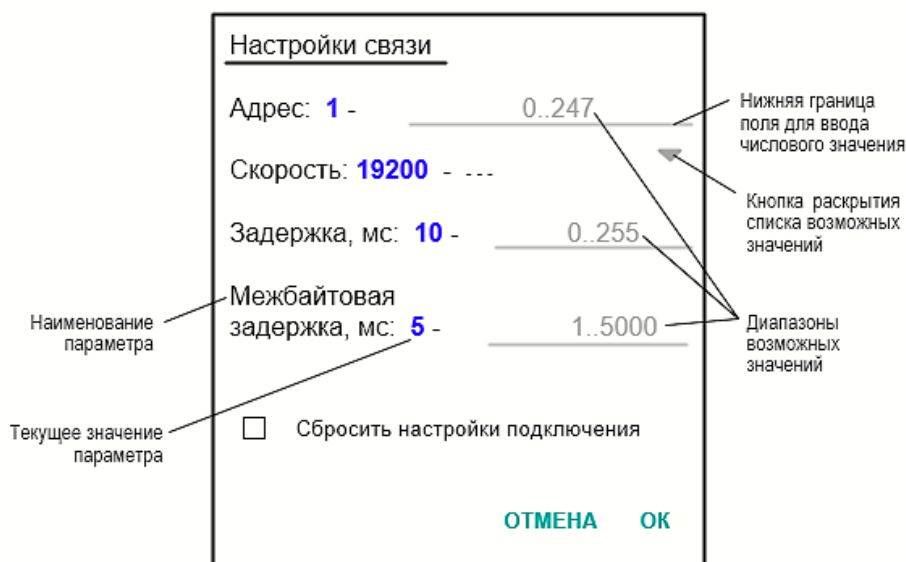

Рис.32. Вид окна редактирования значений установочных параметров.
- нажать кнопку <изм.>, расположенную под группой параметров, подлежащих редактированию. Откроется окно, возможный вид которого показан на рис.32: